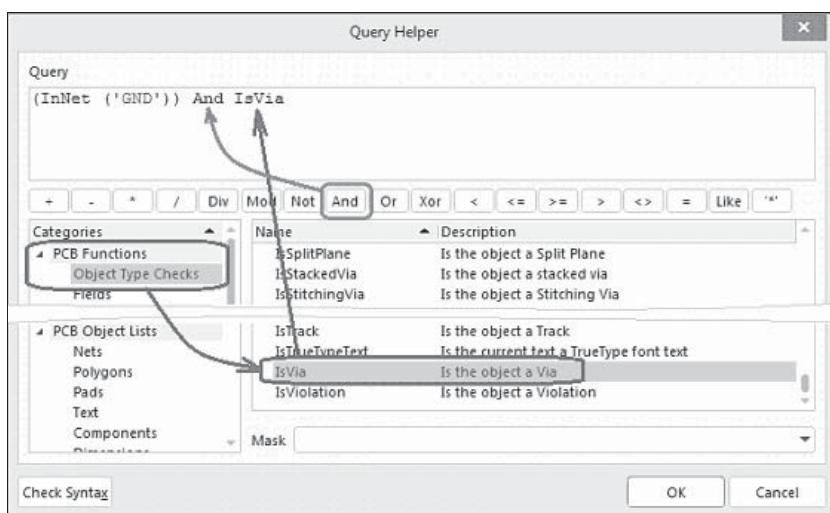

Рис. 5.9. Формирование запроса в окне «Помощника»
10. Кнопкой **Query Helper** открыть окно «Помощника» формирования запроса (рис. 5.9) и внести в главное поле окна обозначение конъюнкции: **And**.
11. В области **Categories** окна, показанного на рис. 5.9, выбрать опцию **PCB Functions | Object Type Checks**, указать **IsVia** (Принадлежность объекта к переходным отверстиям) и двойным щелчком левой кнопки мыши перевести обозначение в поле **Query**.
го окну, показанному на рис. 5.9, опцию **PCB Functions | Object Type Checks** и указать категорию **IsPolygon**.